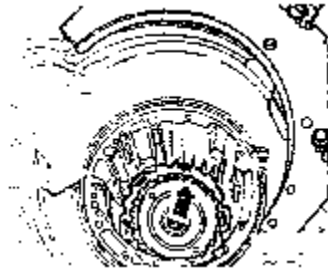

图 7-74 拆下大传动轴和大太阳齿轮
11) 抽出大传动轴和大太阳齿轮，如图 7-74 中箭头所示。